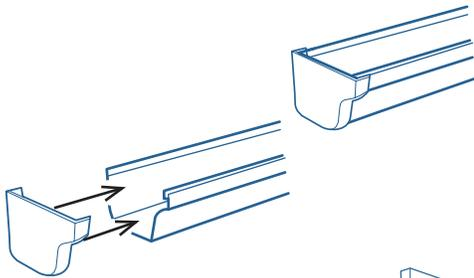

Figura 17. Pegado de tapa.
- Pega la tapa al final de la Canaleta que quedará instalada en el Extremo 1, cuidando que sea la tapa correcta, izquierda o derecha, dependiendo de la instalación, ver Figura 17.